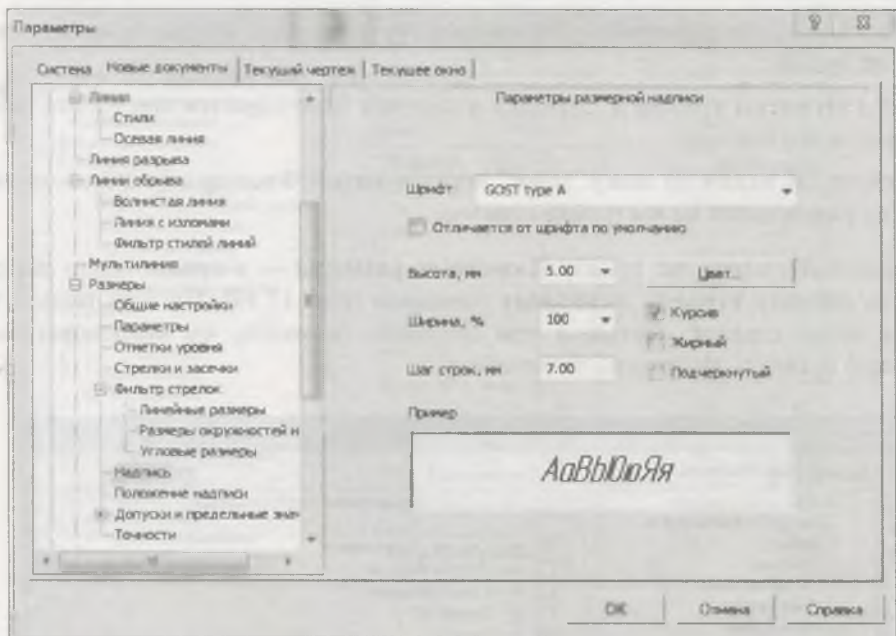

Рис. 17.20. Диалоговое окно Параметры с открытой панелью Параметры размерной надписи
- ◆ выделите ЛК мыши пункт **Надпись** — справа появится панель **Параметры размерной надписи** (рис. 17.20). На этой панели можно задать следующие настройки: